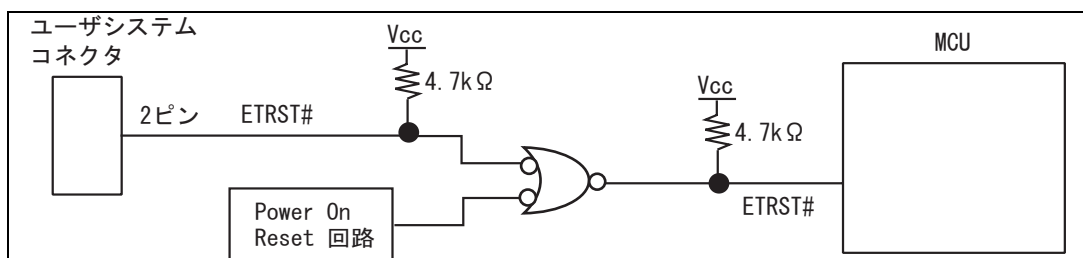

図 1.8 ETRST#端子の接続
5. H8S/2189RF の ETRST#端子は、図 1.8 に示すように Power On Reset 回路の信号が入るようにしてください。E10A-USB 未接続で電源投入時に H8S/2189RF が初期化されないことがあります。